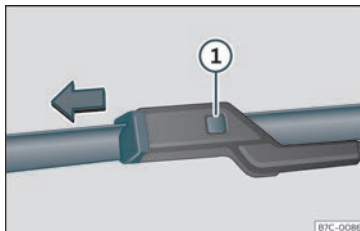

Fig. 41 Canvi de les escombretes de l'eixugaparrabrises.
- Premeu la tecla de desbloqueig >>> **fig. 41**  mentre tibeu lleugerament l'escombreta en el sentit de la fletxa.